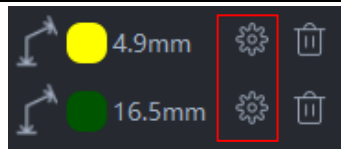

Fig. 38
h. É possível adicionar mais de uma medida a uma imagem. Todas elas serão exibidas no campo “Anotação” (canto inferior direito), onde há a opção de alterar a cor da medida adicionada. Selecionar o botão “Alterar”  e escolher a nova cor (Fig. 38).